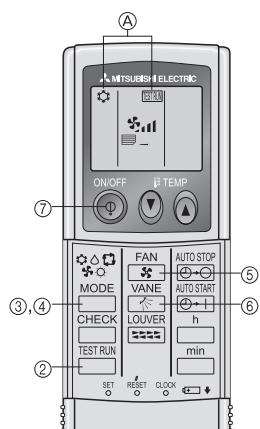

Fig. 6-2
6.2.2. Verwendung der drahtlosen Fernbedienung (Fig. 6-2)